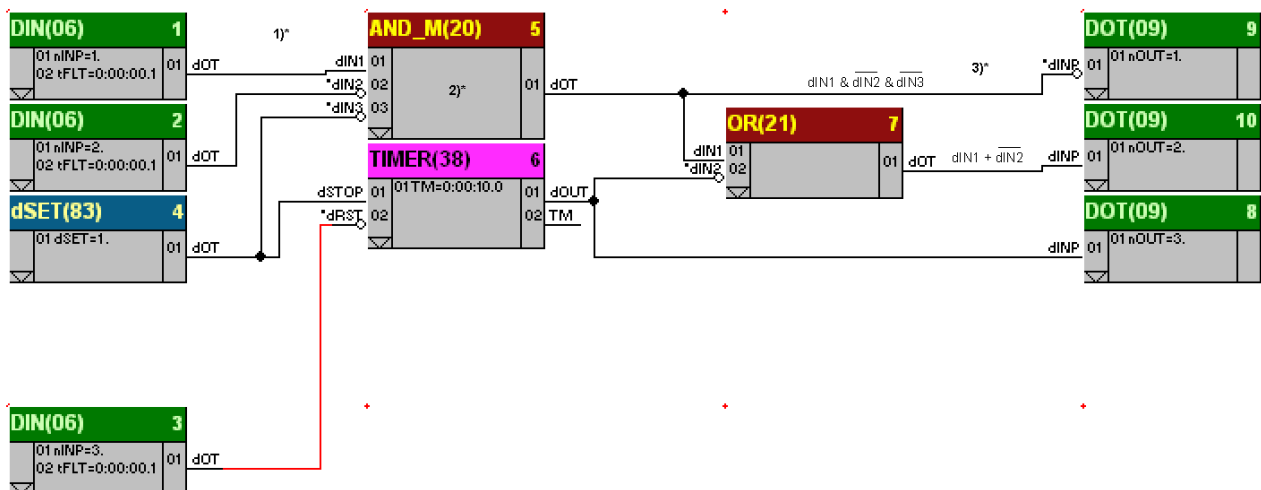

Рисунок 4.7 - Пример конфигурирования
Возможности конфигурирования не зависят от функционального блока и определяются следующими правилами (рис. 4.7):
На рис. 4.7 представлен пример конфигурирования.
На рис. 4.7 представлены различные примеры и варианты конфигурирования:
3) Выходной сигнал функционального блока многовходового И 5-MULTI\_AND(20)-03 подается на 1-й дискретный выход контроллера, для чего на вход 01 блока дискретного выхода 9-DOT(09) подключен 01 выход блока многовходового И 5-MULTI\_AND(20)-03. Сигнал на входе 01 функционального блока дискретного выхода 9-DOT(09) инвертируется.
4) На рис. 4.7 показана инверсия входов следующих функциональных блоков: Вход 02 и 03 блока 5-MULTI\_AND(20)-03, вход 02 блока 6-TIMER(38), вход 02 блока 7-OR(21), вход 01 блока 9-DOT(09).